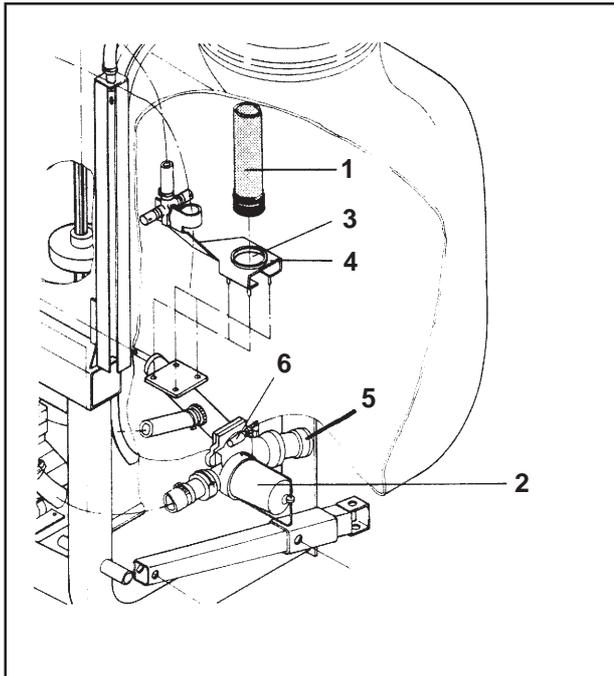

Рис. 12.4
Рекомендуется применять фильтр мочевины (рис. 12.4/1), чтобы при заливке в бак мочевины в систему всасывания не попадали нерастворившиеся частицы, и в зависимости от обстоятельств дополнять его краном-фильтром (рис 12.4/2).
- Отвинтить заглушку (рис. 12.4/ 3) в горловине бака.
- Ввинтите фильтр мочевины, поворачивая его вправо (рис. 12.4/ 4).
- 2 - Быстрое соединение. Подключение к всасывающему патрубку крана-фильтра (рис. 12.4/5).
- Рычаг управления (рис. 12.4/ 6) кранефильтре перевести в положение “заливка”.